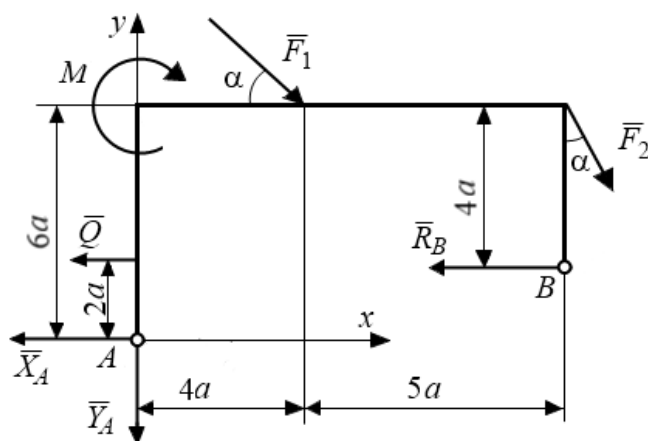

Рис. 2. Расчетная схема
2. Покажем на расчётной схеме (рис. 2) рамы действующие силы $\bar{F}_1$ и $\bar{F}_2$, пару сил с моментом M , распределённую по линейному закону нагрузку заменим равнодействующей $\bar{Q}$, по модулю равной:
Чтобы воспользоваться этими формулами, площадь фигуры делим на отдельные части, положения центров тяжести которых известны. В данном случае такими частями являются: прямоугольник, треугольник и половина круга (рис.2). Площадь половины круга, вырезанную из площади прямоугольника, считаем отрицательной.